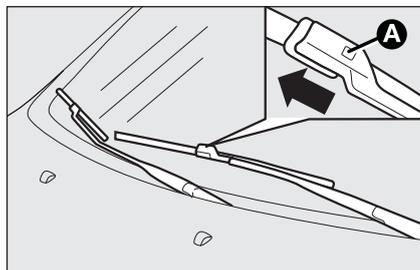

fig. 16
- presione la patilla **A**-fig. 16 del muelle de enganche y saque la escobilla del brazo;